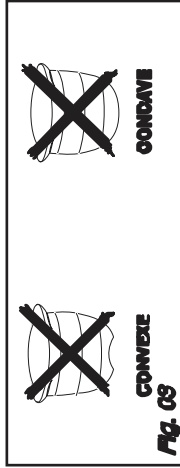

Fig. 03
- N'utilisez pas de récipient à fond concave ou concave sans le support adéquat (Fig. 03).